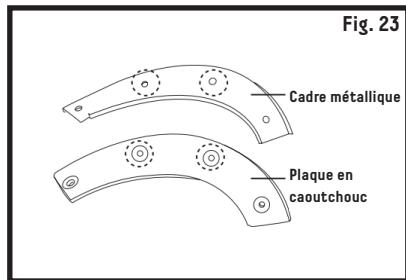

Fig. 23
2. Desserrez les deux écrous et boulons du milieu pour enlever la plaque en caoutchouc usée du cadre métallique (fig. 23).
3. Fixez la nouvelle plaque en caoutchouc sur le cadre métallique en replaçant et en resserrant les deux jeux d'écrous et de boulons du milieu (fig. 23).